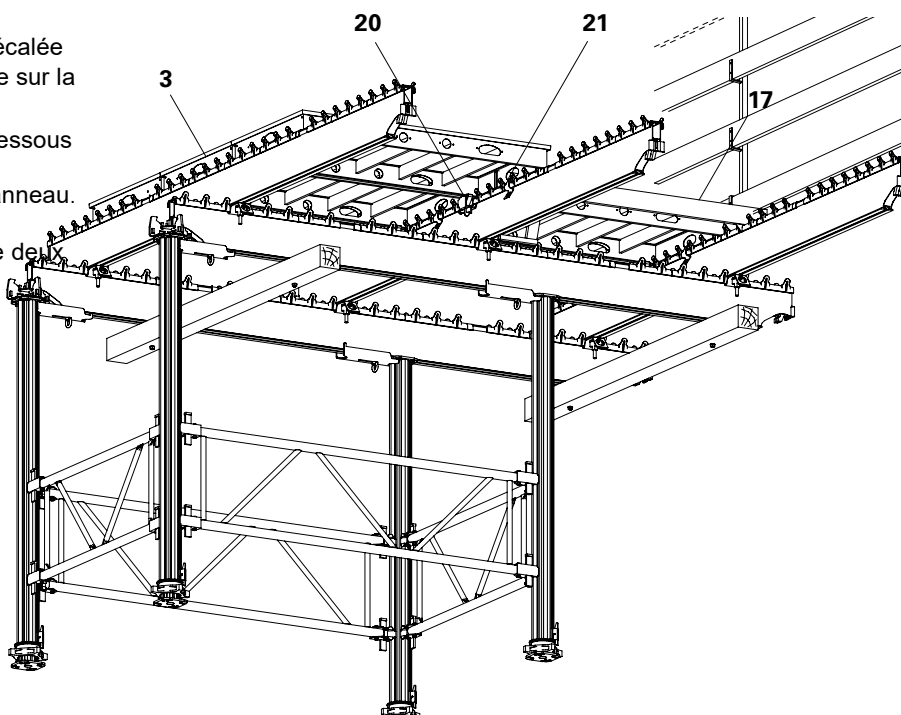

Fig. A9.05
4. Monter le Montant de garde-corps SGP et les planchers de garde-corps comme protection anti-chute. (Fig. A9.05)